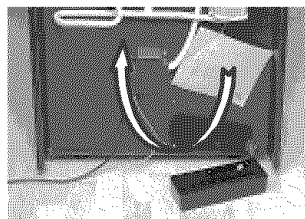

FIG 3a
5. Coloque la bandeja de desagüe en la parte posterior del modo que se indica en las ilustraciones de la FIG. 3a, 3b, 3c. Los tornillos ya se han colocado en la parte posterior.